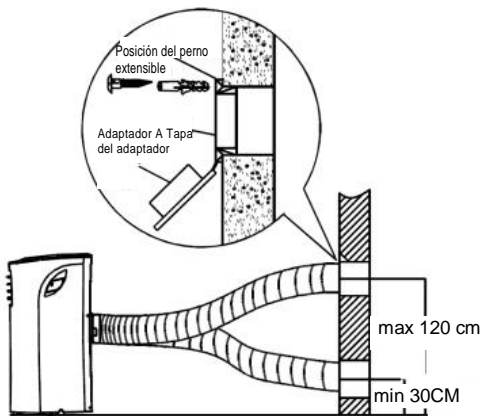

Fig. 19
1. Haga una perforación en la pared. Monte el adaptador A de descarga en pared (lado externo) por medio de los 4 pernos extensibles y de los tornillos para madera y asegúrese de que están firmemente asentados. (Ver Fig.19)